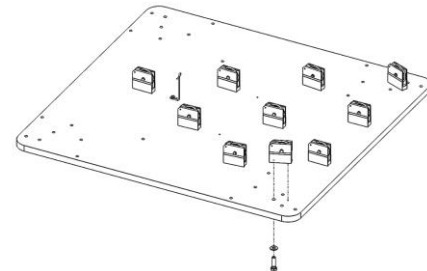

Figure E-8, Éléments de la poulie de la table
8. Suivre la procédure indiquée ci-dessus en sens inverse pour installer la poulie de la table. Aligner l'axe de la poulie de la table avec le trou de la table supérieure. Voir la Figure E-8.